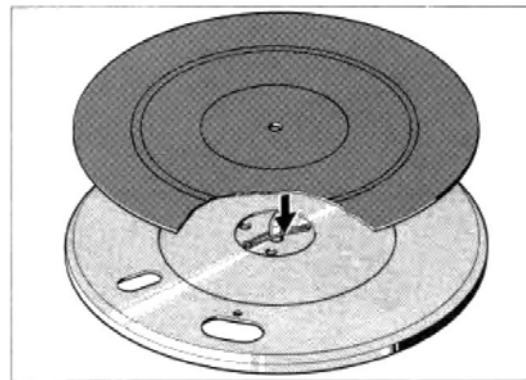

Fig. 2
– Plattenteller aufsetzen und die in der Mitte des Plattentellers angebrachte Sicherung nach unten drücken, bis sie in die Rille der Plattentellerachse einrastet (Fig. 2). Plattentellerbelag auflegen.
- Fit the platter and depress the locking mechanism in its centre until it engages in the groove of the platter spindle (fig. 2). Place the platter mat in position.